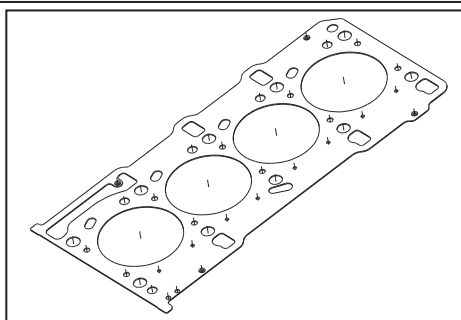

图 6-2
2、如图 6-2, 根据四个活塞中凸出高度量最大的活塞, 来按表六选配规则选配气缸垫总成, 气缸垫总成型号分 A、B、C 三种型号, 通过气缸垫总成上的孔数